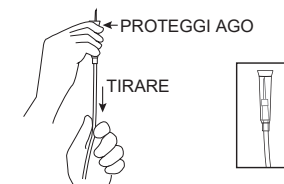

Figura 4: copertura dell'ago con il proteggi ago
17. Subito dopo l'estrazione dell'ago dal braccio del donatore, esercitare una trazione delicata sul tubo dietro al proteggi ago per coprire l'ago con lo stesso. Assicurarsi che l'ago sia bloccato saldamente in posizione (vedere Figura 4).